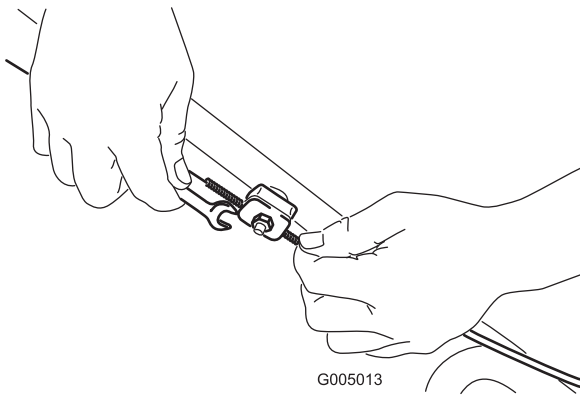

Figura 21
1. Afloje la tuerca de apoyo del cable (Figura 21).